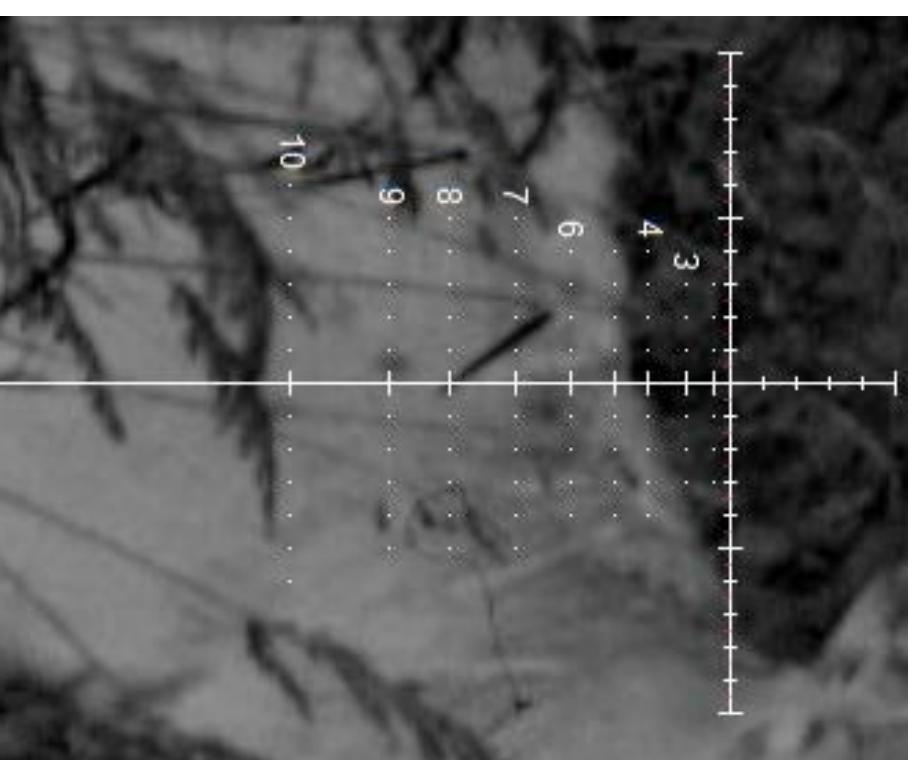

Рисунок 17 – Сетка «БАЛЛИСТИЧЕСКАЯ-2»
- Сетка «БАЛЛИСТИЧЕСКАЯ-2» имеет угловые поправки на всех дистанциях, кратных 100 (см рис. 17).